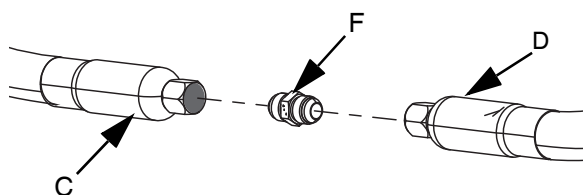

FIG. 20
- 6. Om du använder två slangar (C och D), koppla matningsslang 1 till matningsslang 2 (F) och koppla matningsslang 1 (C) till matningsslang 2 (D). Se FIG. 20.